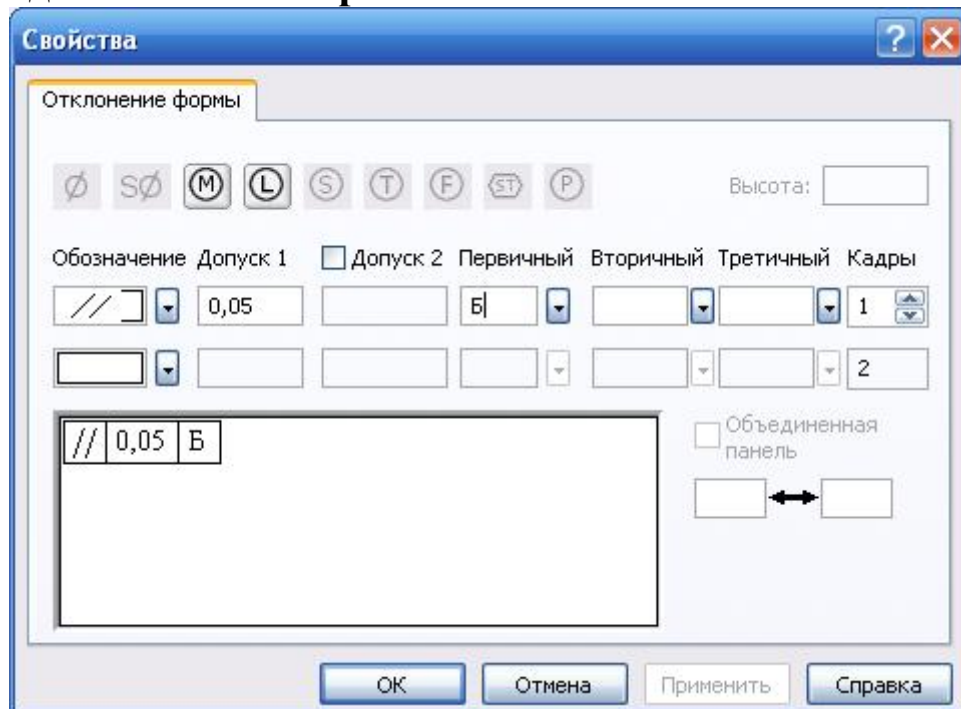

Рис. 20
2. В окне **Свойства** выполните следующее (рис. 20):